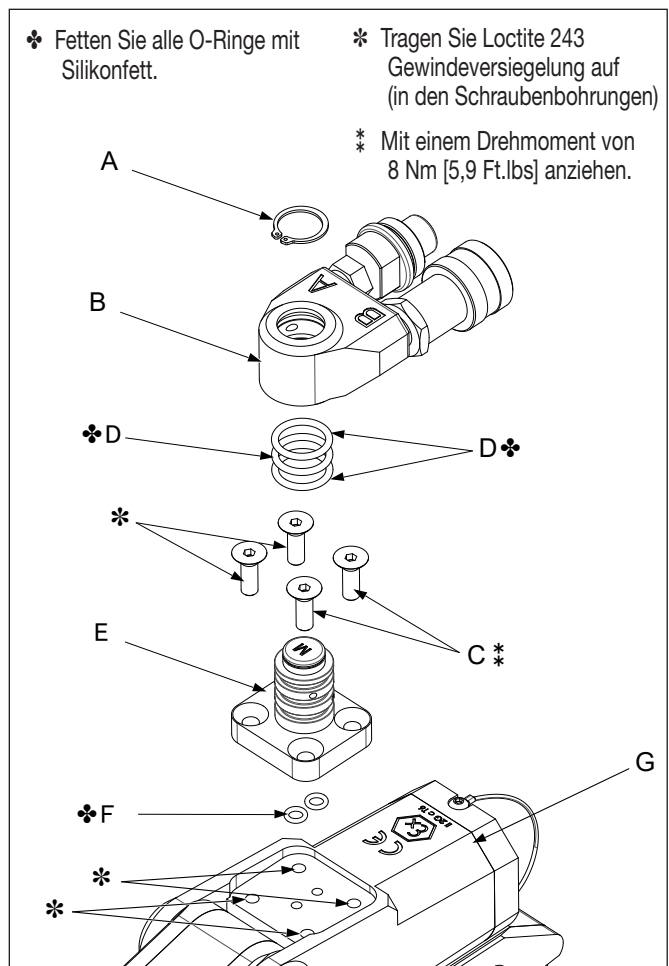
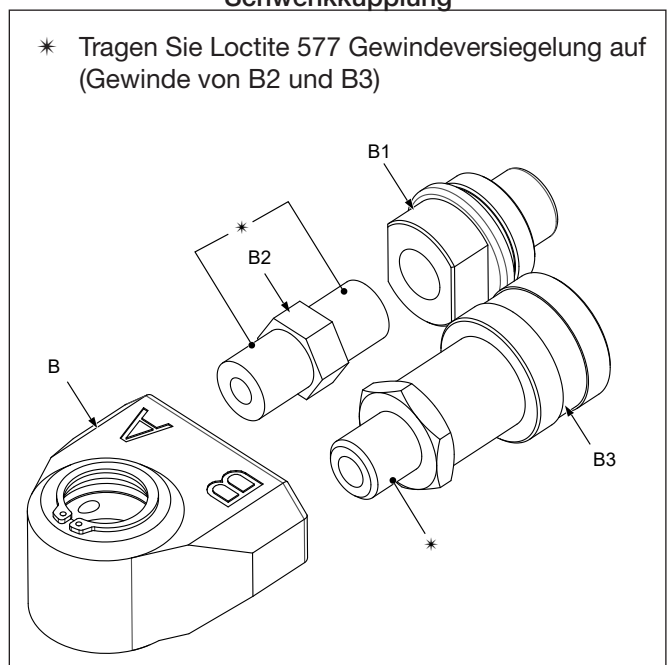

Abbildung 17: Schwenkkupplungsstange und Schwenkkupplung
Abbildung 18: Explosionsansicht der Schwenkkupplung
Demontage von Schwenkkupplungsstange und Schwenkkupplungsbefestigung (Abb. 17 + Abb. 18)
- Geben Sie etwas von der Gewindeversiegelung Loctite 243 in die Gewindebohrungen des Gehäuses des Drehmomentschlüssels. Für die Positionen siehe Abbildung 17.
- Bringen Sie zwei neue O-Ringe (F) an den Anschlüssen der Basis der neuen Schwenkkupplungsstange (E) an.
- Positionieren Sie die Schwenkkupplungsstange (E) auf dem Drehmomentschlüssel (G) und stellen Sie sicher, dass die Hydraulikanschlüsse ausgerichtet sind. Achten Sie darauf, dass die O-Ringe (F) nicht herausfallen und nicht eingeklemmt oder eingequetscht werden.
- Bringen Sie die entfetteten Inbusschrauben (C) an und ziehen Sie diese auf 5,1 Nm [3,7 Ft.lbs] an: